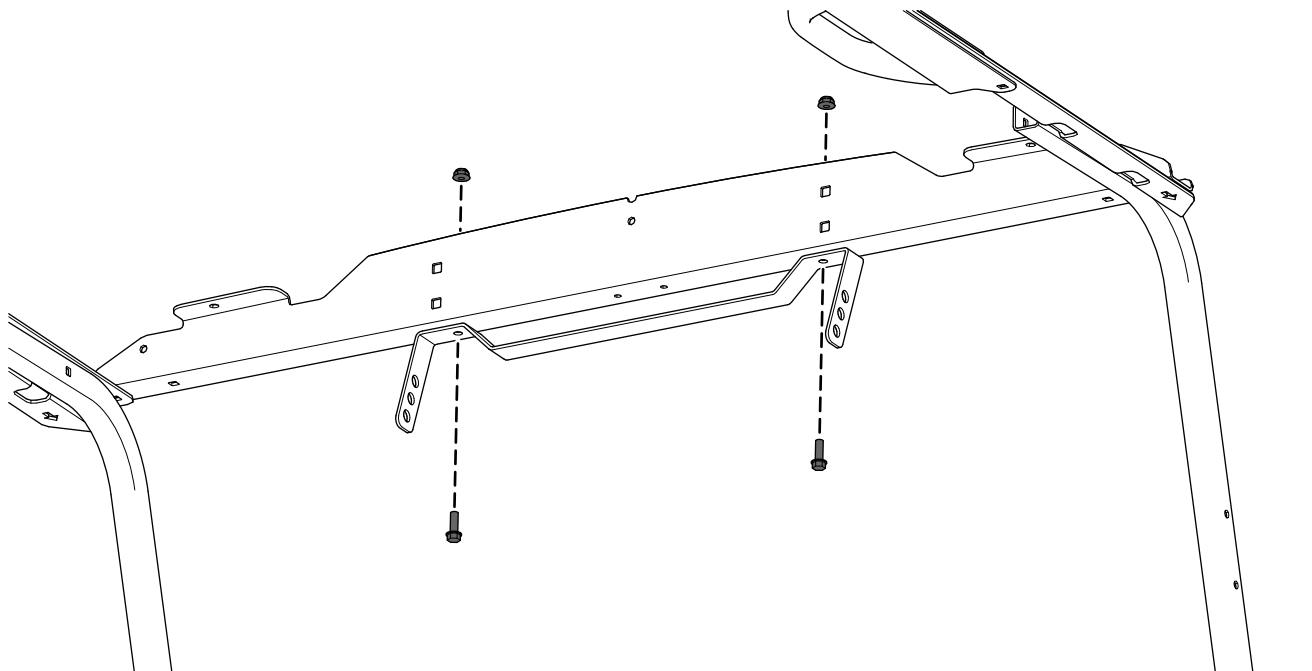

Рисунок 4
1. Прикрепите держатель зеркала к переднему опорному кронштейну с помощью 2 болтов с шестигранным буртиком ($\frac{1}{4} \times \frac{3}{4}$ дюйма) и 2 контргайек ($\frac{1}{4}$ дюйма), как показано на Рисунок 4.